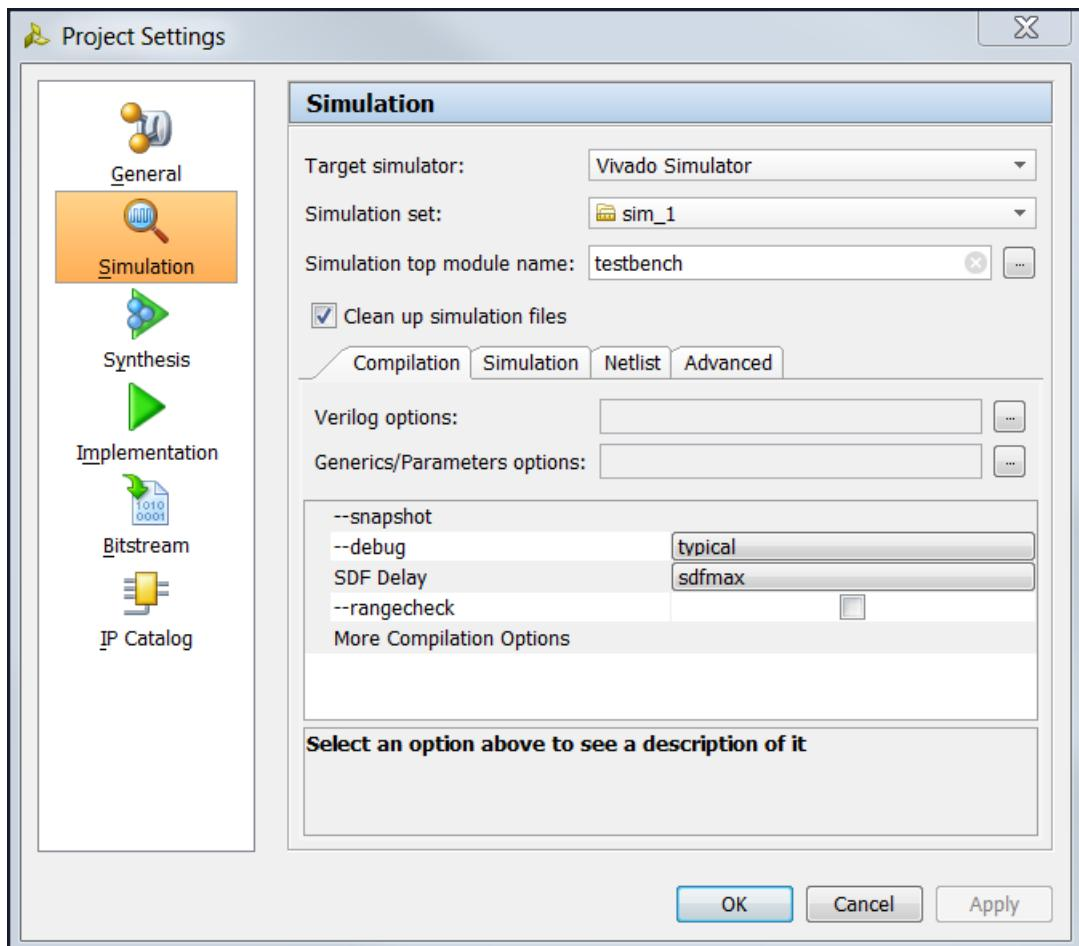

図 3-2 : [Project Settings] ダイアログ ボックスのターゲット シミュレータ オプション
- [Run Simulation] : シミュレーション設定に基づいてデザインをコンパイル、エラボレート、シミュレーションするコマンド オプションを設定します。デザインの合成前にシミュレーションを実行すると、Vivado シミュレータではビヘイビア シミュレーションが実行され、波形ビューが開き (38 ページの図 3-2)、信号およびバスの値の付いた HDL オブジェクトがデジタルまたはアナログ形式で表示されます。
[Simulation Settings] を選択すると、図 3-2 に示すような [Project Settings] ダイアログ ボックスが開きます。